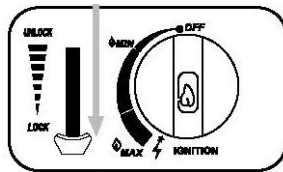

Fig. 1
2. Åpne dekselet (3) og sett gasspatronen med munnstykket forover slik at styretappen passer inn i styresporet.
3. Før låsespaken ned til LOCK-posisjonen, og vri gassbryteren til OFF (fig. 1)